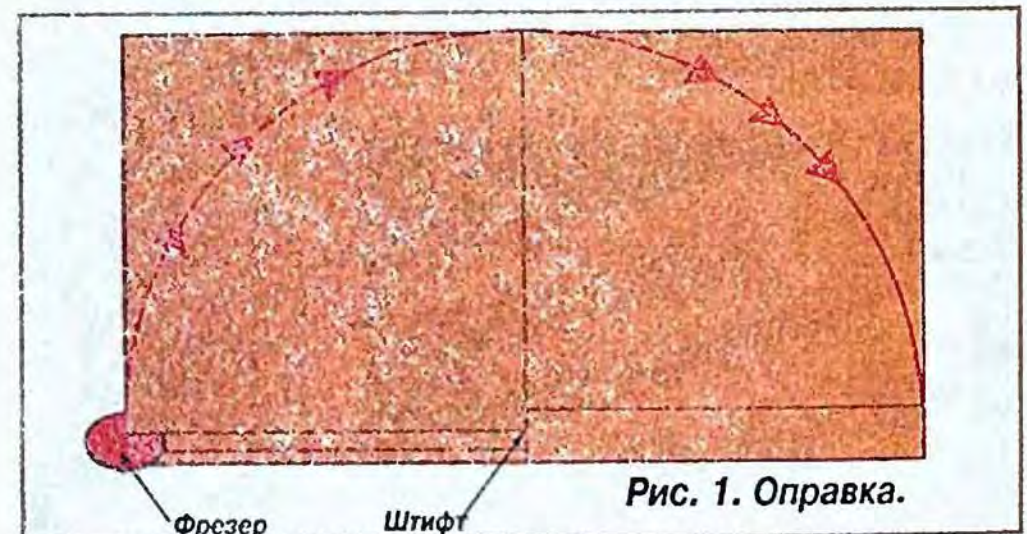

Рис. 1. Оправка.
**Изготовление ножек.** Работу я начал с того, что сделал шаблон для изгибания ножек. Его я собрал из двух склеенных листов ДСП толщиной 22 мм. С помощью фрезерной машинки я сделал оправку в форме полукруга с  $R=420$  мм (рис. 1). Оправку установил на верстак (рис. 2).